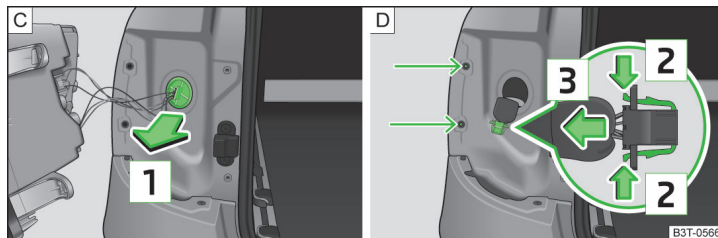
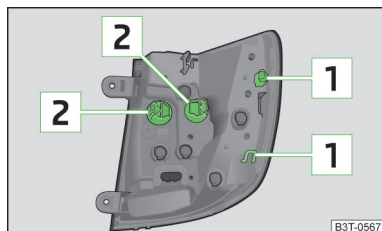

Fig. 210 Desmontar la junta / conector de la luz
Fig. 211
- Desmontar la junta de goma en la dirección de la flecha **[1]** » fig. 210 - **[C]**.
- Retirar el ramal de conducciones con el conector » fig. 210 - **[D]**.
- Presione ambos enclavamientos en el conector en el sentido de la flecha [2] » fig. 210 - [D].
- Montar la junta de goma en la carrocería en dirección contraria a la de la flecha [1] » fig. 210 - [C].
- Conectar la luz posterior con los orificios [1] » fig. 211 de la página 239 en los pernos de la carrocería » fig. 210 - [D].
- Gire el portalámparas [2] » fig. 211 en el **sentido contrario** al de las agujas del reloj y extráigalo de la carcasa.